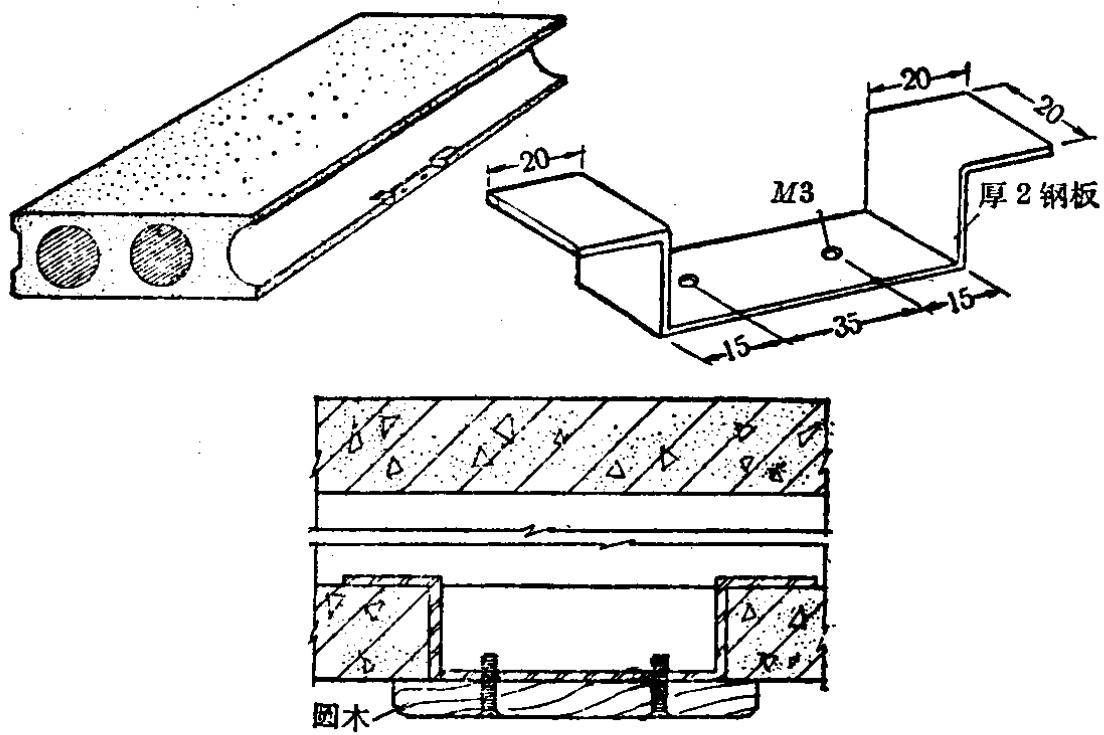

图 1-13 弓板固定灯具法
(3) 灯具 安装灯具首先要考虑灯具的固定。目前新建住宅大多采用预制空心楼板。对这种建筑用弓板固定灯具比较简单有效，具体做法见图 1-13。